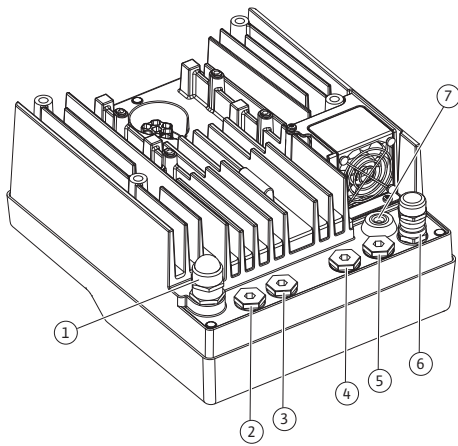

Fig. 23: Kabelverschraubungen/Kabeldurchführungen (0,37 kW ... 7,5 kW)
Am Elektronikmodul (Fig. 23) befinden sich sechs Kabeldurchführungen zum Klemmenraum. Das Kabel zur Spannungsversorgung des elektrischen Lüfters am Elektronikmodul ist werkseitig montiert. Die Anforderungen zur elektromagnetischen Verträglichkeit müssen beachtet werden.
4. Anschlusskabel durch die Kabelverschraubung M25 (Fig. 23, Pos. 1, bei 0,37 kW ... 7,5 kW) führen.